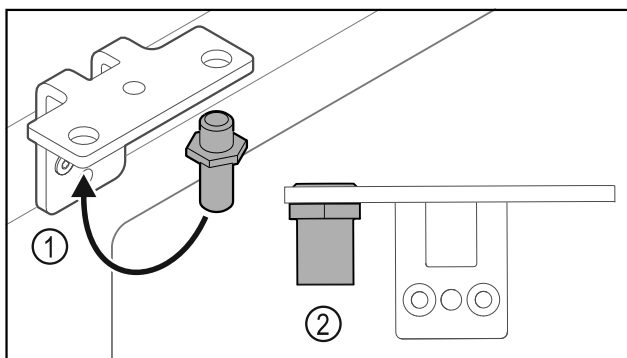

Fig. 31
- ▶ Sett om bolten Fig. 31 (1) i hengselvinkelen.
- ▶ Trekk til bolten Fig. 31 (2) med **et tiltrekingsmoment på 12 Nm**.